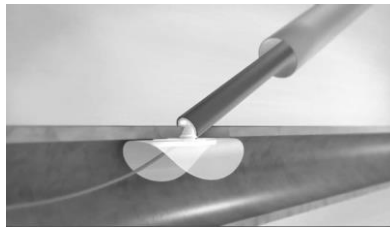

Figura 13. Posición de taponamiento: implante colocado en juxtaposición a la arteriotomía.
- Siga retirando el dispositivo 1,5 marcas graduadas más (= 3,5 marcas graduadas en total). En este punto, debe percibirse una suave resistencia táctil como consecuencia del anclaje del implante en la luz interior de la pared arterial. Esta es la posición de taponamiento, y el implante ahora controla la hemorragia de la arteriotomía. Figura 13.